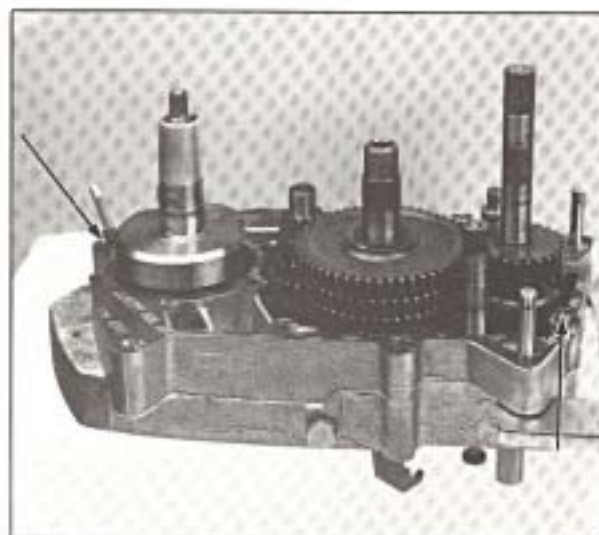

Fig. 31
- Vérifier la présence des 2 cheminées de centrage sur le demi carter droit (figure 31).